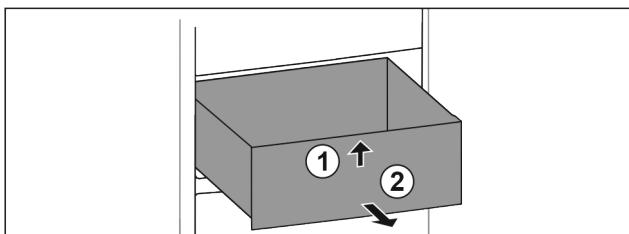

Fig. 99
- Підняти висувний ящик спереду. Fig. 99 (1)
- Вийняти висувний ящик рухом вперед. Fig. 99 (2)